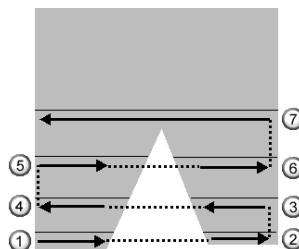

图 2-42 双向
**【双向】:** 双向连接刀路, 连接的段是直线刀路, 如图 2-42 所示。